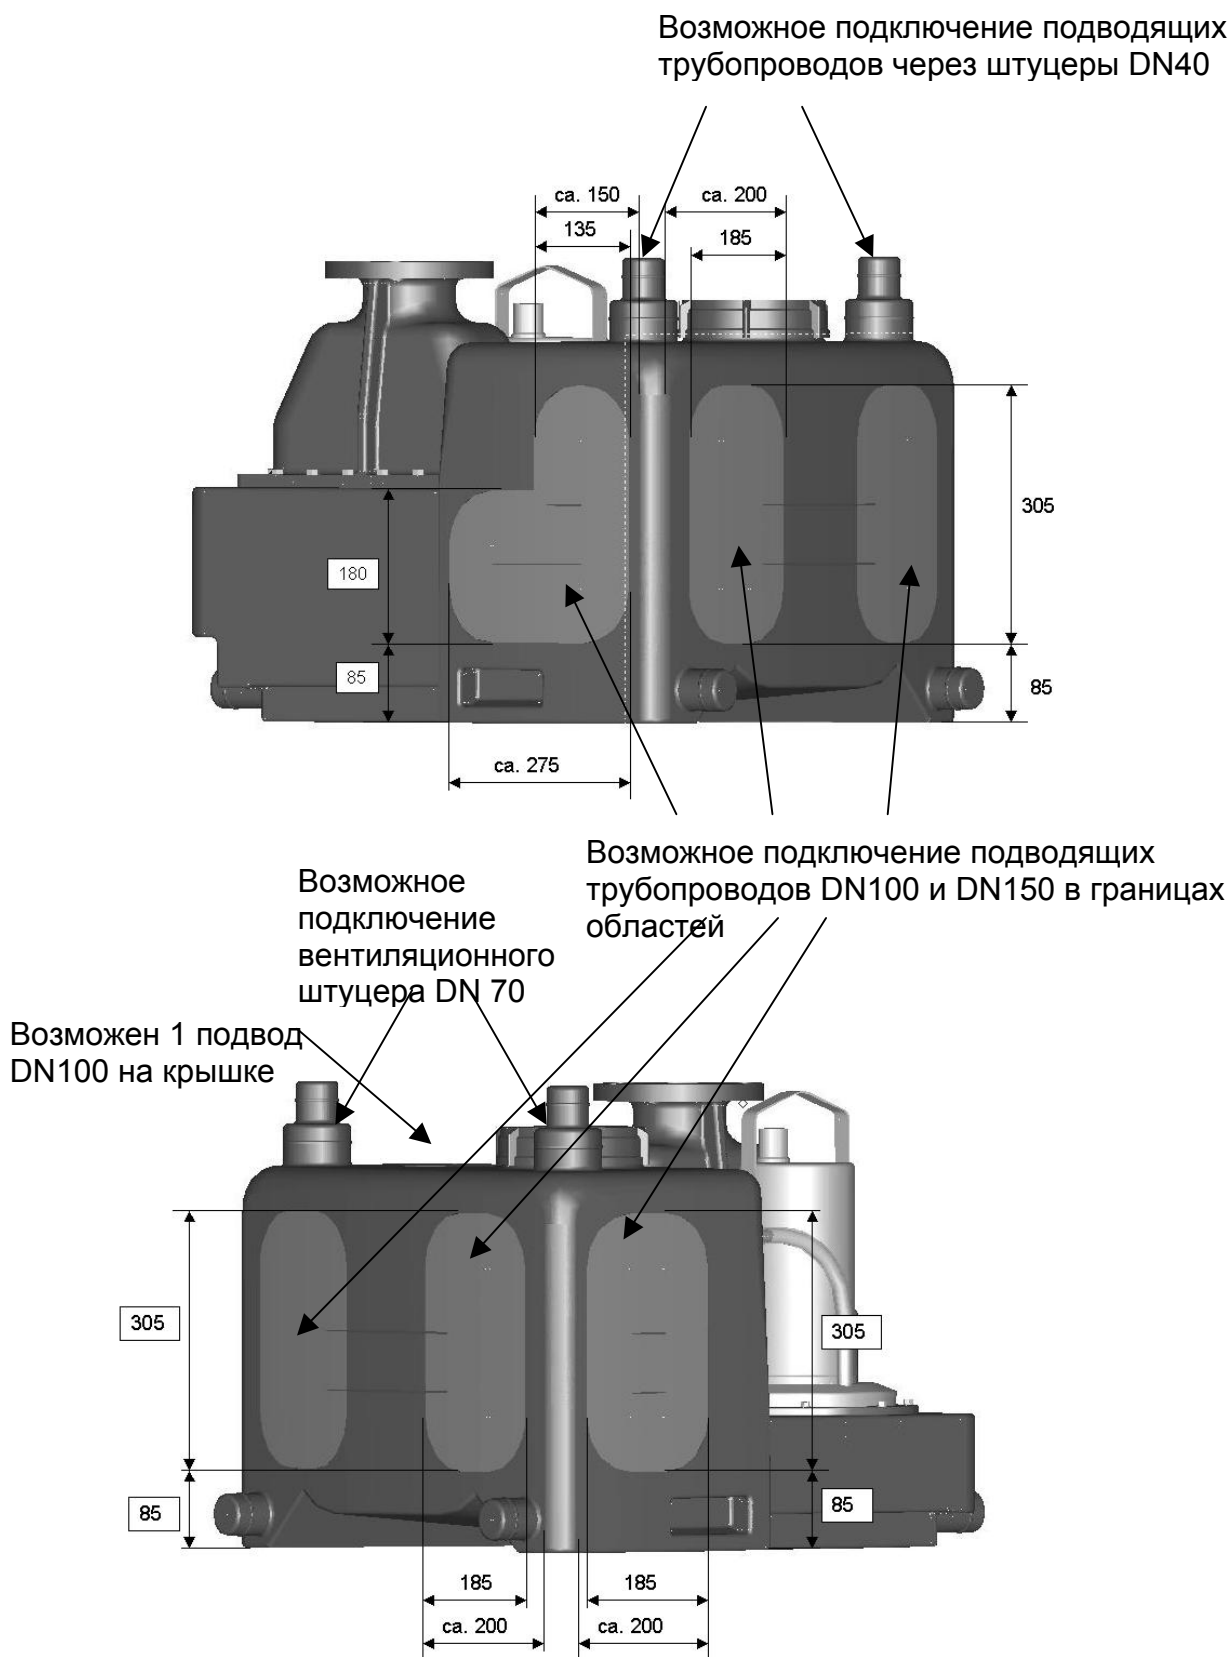

Рис. 7. Соединения резервуара
### 5.1.2 Соединения резервуара (Рис. 7)
**ВНИМАНИЕ!** Присоединение подводящего трубопровода вне границ обозначенных поверхностей (Рис. 7) может привести к негерметичности и нарушению работы установки!
- Выбирайте положение таким образом, чтобы входное отверстие располагалось внутри маркированной поверхности (Рис. 7).